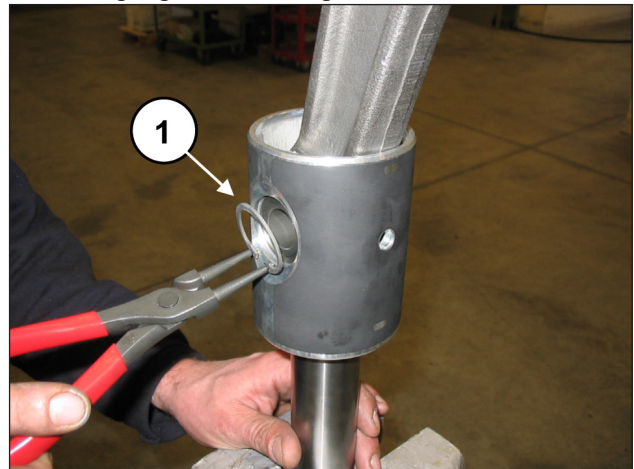
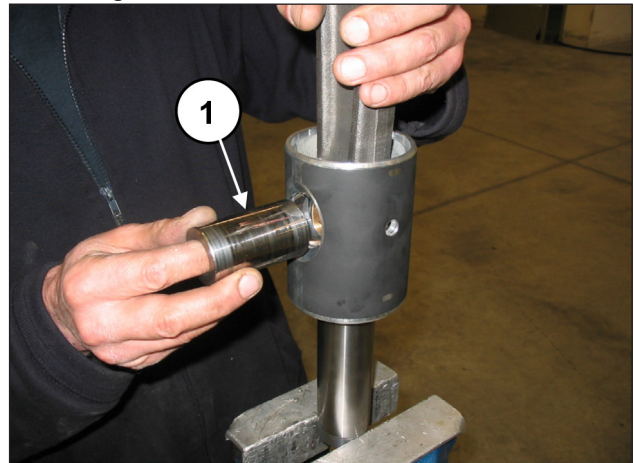
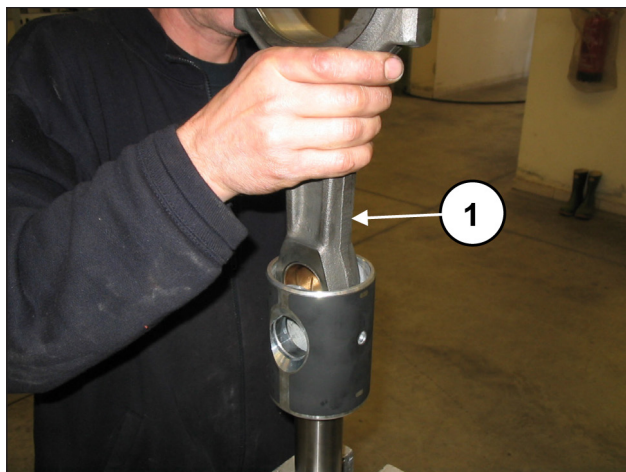

Abb. 43
Abb. 44
Abb. 45
Entfernen Sie die zwei Seegerringe zur Sicherung des Bolzens mit einem geeigneten Werkzeug (Pos. ①, Abb. 43).
Streifen Sie den Bolzen ab (Pos. ①, Abb. 44) und ziehen Sie die Pleuelstange heraus (Pos. ①, Abb. 45).
Setzen Sie die Pleuelstange in die Kolbenführung ein (Pos. ①, Abb. 45) und anschließend den Bolzen (Pos. ①, Abb. 44). Montieren Sie die zwei Seegeringe zur Sicherung mit dem entsprechenden Werkzeug (Pos. ①, Abb. 43).